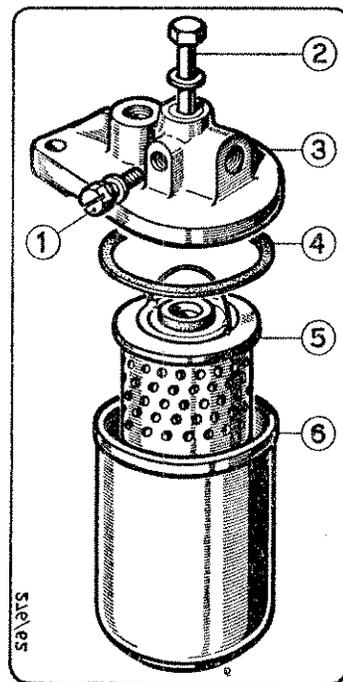

Fig. 8 - FILTRO COMBUSTIBILE
2) **Filtro combustibile.** — Si raccomanda di ispezionare la cartuccia filtrante ogni 300 ore. A tale scopo svitare il bullone 2) (Fig. 8), togliere la scatola 6) e sfilare la cartuccia 5). Se la cartuccia risulta intasata occorrerà sostituirla.